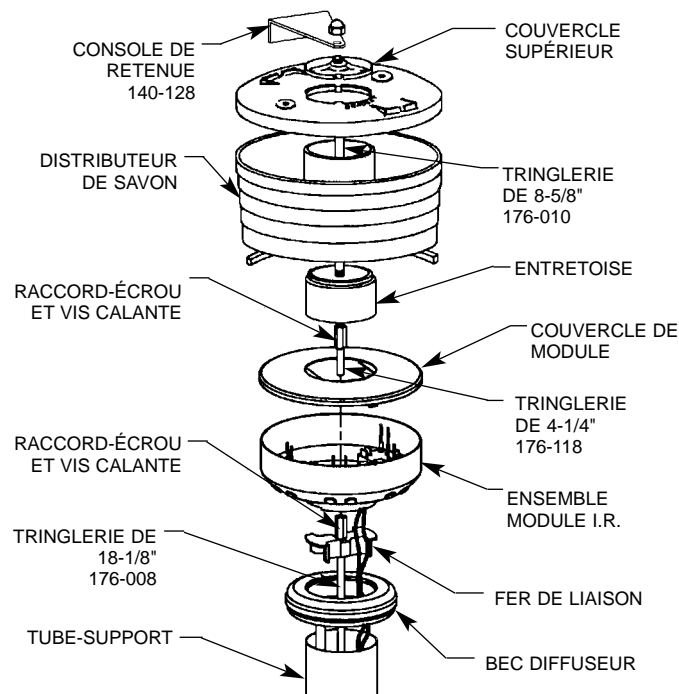

Figure 8
• POUR LES UNITÉS AVEC L'OPTION SAVON, INSTALLER L'ENTRETOISE, LE DISTRIBUTEUR DE SAVON ET LE COUVERCLE À L'AIDE DE L'ÉCROU-RACCORD, DU TROISIÈME FER DE LIAISON (LONG DE 8-5/8") ET DU SECOND ÉCROU-RACCORD COMME IL L'EST INDICÉ (VOIR FIGURE 8 EN PAGE 34). FIXER AVEC LE SUPPORT DE RETENUE DU BEC DIFFUSEUR, L'ÉCROU BORGNE ET LA VIS À TÊTE CREUSE.